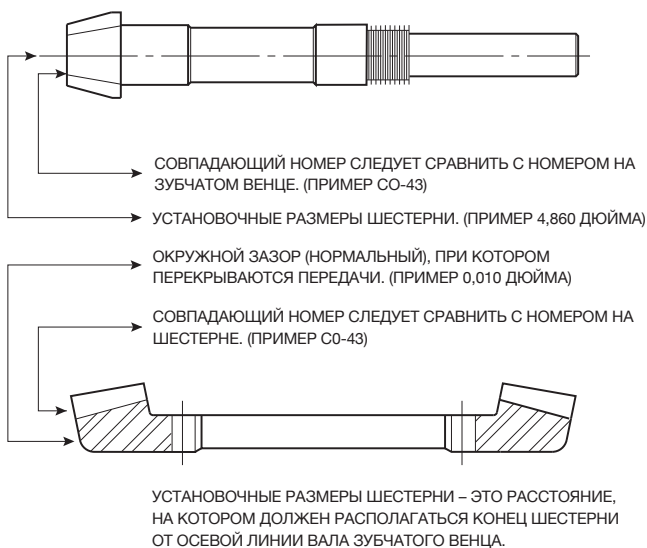

Рисунок 11 Совпадающие номера передачи и данные настройки
Перед сборкой новой шестерни в ограждении шестерни проверьте совпадающие номера на шестерне и зубчатом венце со спиральной передачей, чтобы убедиться, что они из одного комплекта. Зубья перекрываются в комплектах на заводе и не должны разделяться. Номера выгравированы на шестерне и зубчатом венце, как показано на **Рис. 11**.
1. Установите уплотнительное кольцо (702) на подузел ограждения шестерни.
2. Закрепите болтами подузел ограждения шестерни на корпусе с помощью надлежащего количества прокладок для обеспечения указанного установочного расстояния шестерни, которое выгравировано на передней панели шестерни. См. рис. 11. Затяните до момента 102 Н м.
5. Установите установочные штифты (20) для совмещения отверстий подшипника. Закрепите крышку корпуса на корпусе с помощью винтов с головкой, затянув до момента 102 Н м.
7. Установите верхнюю крышку вала вентилятора (422) в крышку корпуса Geareducer (не показана).